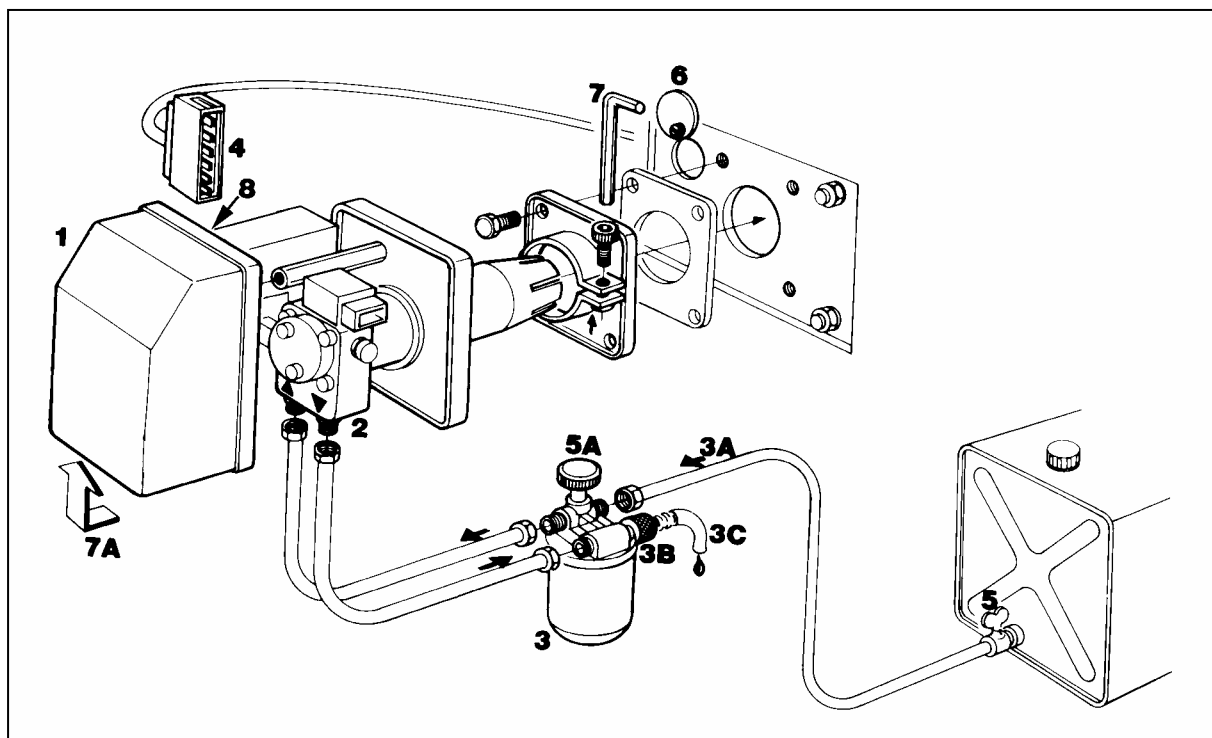

Figure 2
4. Soulevez légèrement le brûleur (voir figure 2) selon **7A**;
5. Vissez le boulon à six pans **7** (Figure 2) sur la bride du brûleur pour que ce dernier soit bien fixé;
Pour raccorder le filtre à mazout, procédez comme suit (voir figure 2):
3. Démarrez le brûleur à mazout (figure 2):